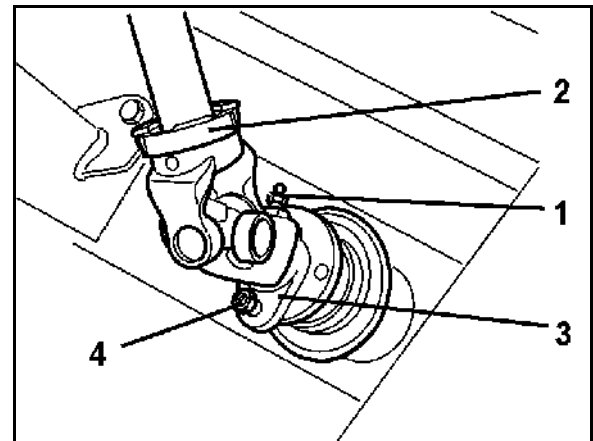

图 96
1. 在安装位置上安装万向轴保护罩 (图 96)。
为备用抗剪螺栓 (图 96/1)，用于将万向传动轴的插叉固定在齿轮箱输入轴的法兰上。将涂抹过润滑脂的万向传动轴插到齿轮箱输入轴上。